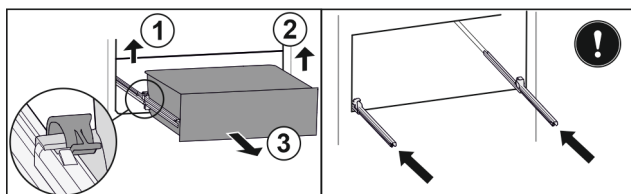

Fig. 153
- ▶ Løft venstre klemme og trekk samtidig skuffen fremover til venstre. Fig. 153 (1)
- ▶ Løft høyre klemme og trekk samtidig skuffen fremover til høyre. Fig. 153 (2)
- ▶ Ta ut skuffen framover. Fig. 153 (3)